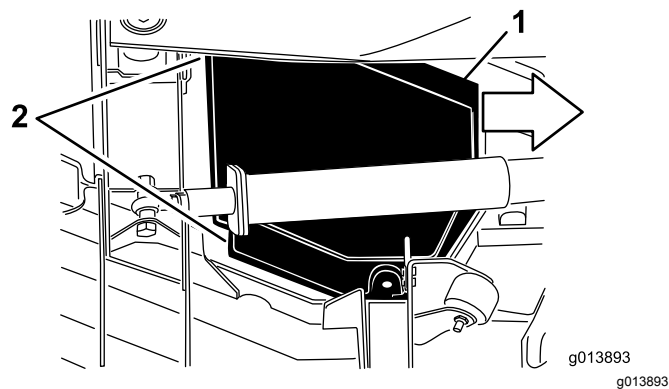

Figura 67
5. Enquanto levanta a cobertura, desloque-a na direção da unidade de tração aproximadamente 2,5 cm para desengatar a extremidade da cobertura exterior da plataforma (**Figura 67**).